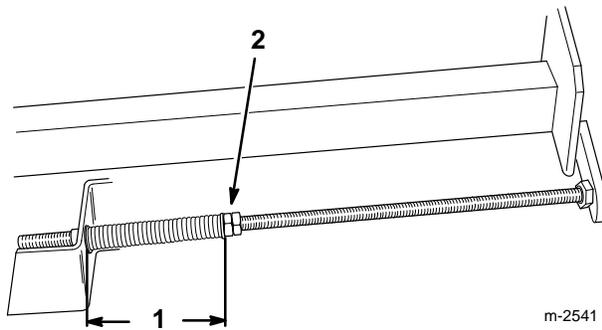

Abbildung 28
6. Die Gegenmutter an den Justierwellen anziehen, bis die Federn auf eine Länge von 12,7 cm (5") zusammengedrückt sind (Abb. 28).